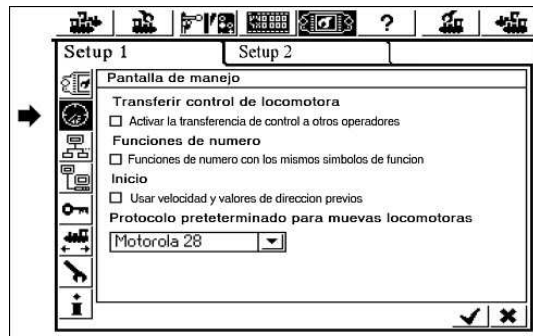

Figura 67
- Presione el tercer índice llamado “extendido” y se abre una ventana como la de la figura 67.
Encontrará este submenú con el menú "Configuración de los equipos" según se muestra en la figura 67: Seleccione "Control de los amplificadores externos" en la lista de los equipos.